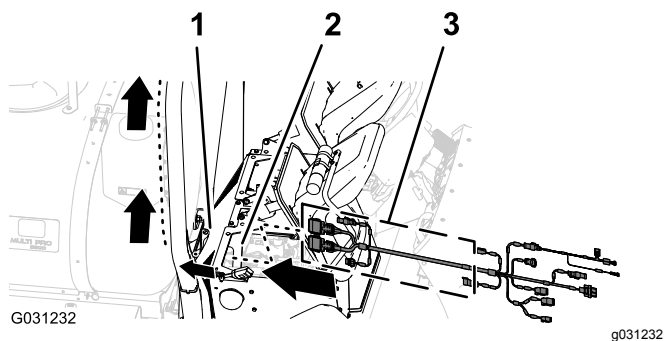

図 133
1. データ用ハーネスの 390cm の枝線を、エンジンルームの右側から内部エンジン用のエアフィルターの隣へ入れ、エンジン後部シュラウドの右下エリアの下側に沿って後方へ進める 図 133。